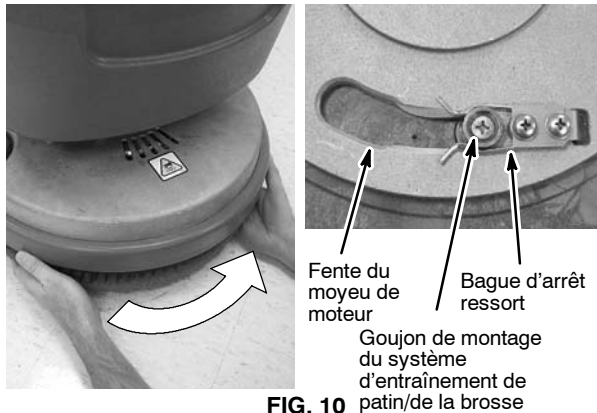

FIG. 10
- Alignez les goujons de montage du système d'entraînement du patin/de la brosse avec les fentes situées sur le moyeu du moteur et tournez dans le sens contraire des aiguilles d'une montre le système d'entraînement de patin/la brosse, jusqu'à ce qu'il/elle soit totalement serti(e) dans la bague d'arrêt ressort (Figure 10). Si nécessaire, enfoncez la goupille de blocage du moyeu de moteur afin de bloquer en place le moyeu du moteur (Figure 10).